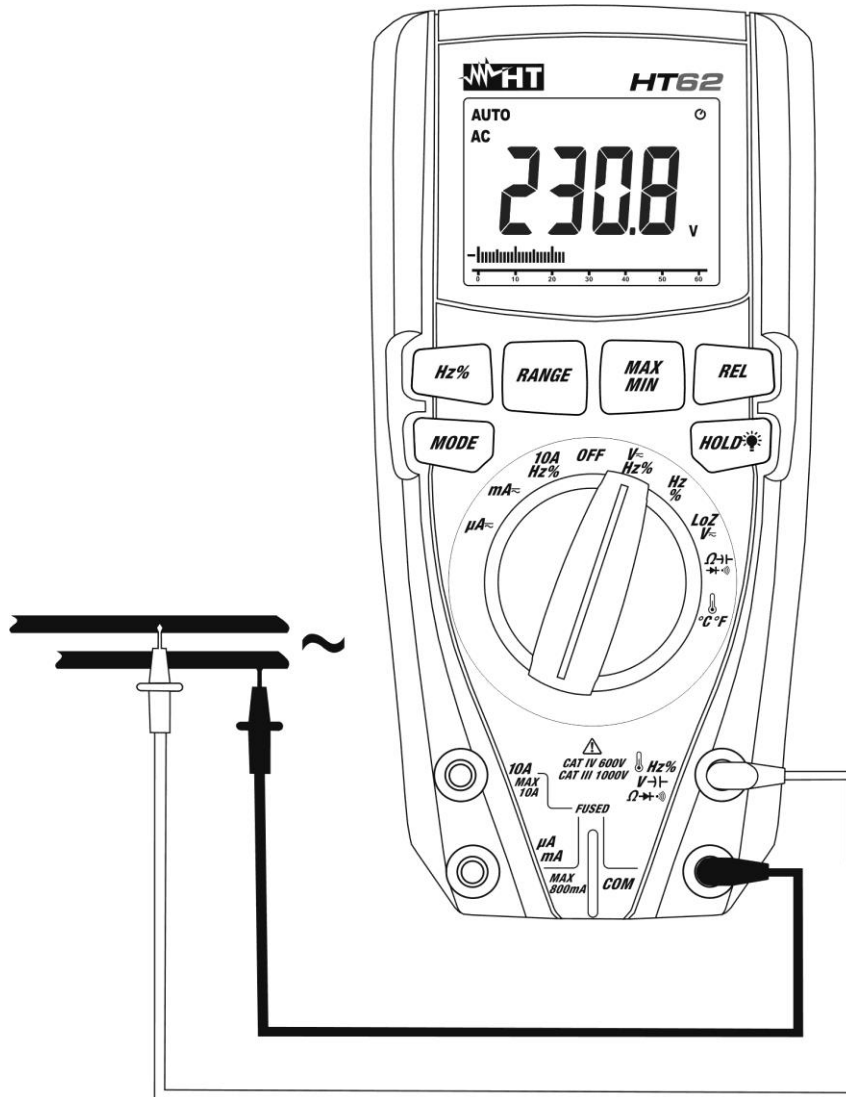

Fig. 3: Uso dello strumento per misura di Tensione AC
4. Posizionare il puntale rosso ed il puntale nero rispettivamente nei punti del circuito in esame (vedere Fig. 3). Il valore della tensione è mostrato a display